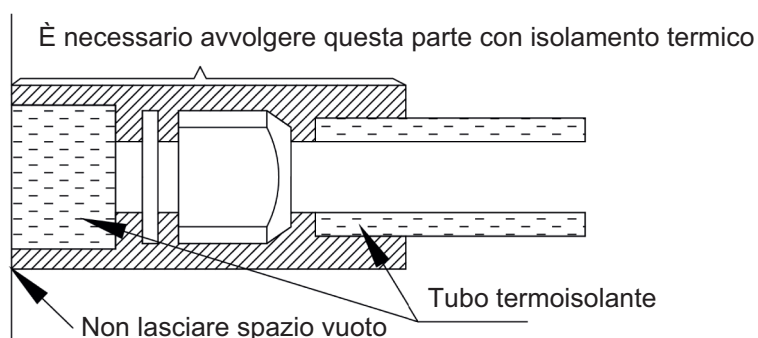

Fig. 21
- 4) I giunti delle Unità Interna ed Esterna devono essere avvolti con materiale isolante e non si deve lasciare alcun spazio libero tra il tubo e la parete: vedi la Fig. 21.